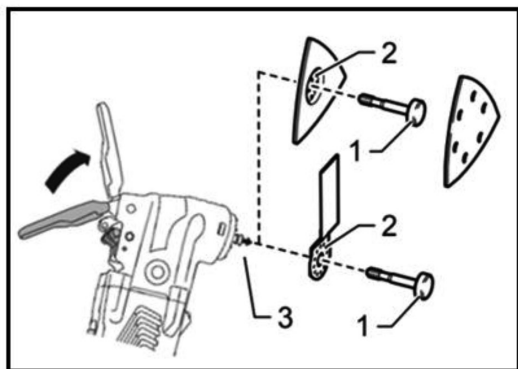

Рис. 6
2. Выверните болт крепления 1 (рис. 6)
3. Установите насадку на шпindel, совместив штифты шпинделя (3) с отверстиями (2) на хвостовике насадки (рис. 6).